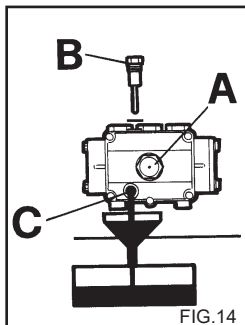

FIG. 14
- 2) Skru proppen af ved hjælp af oliepinden (fig. 14).